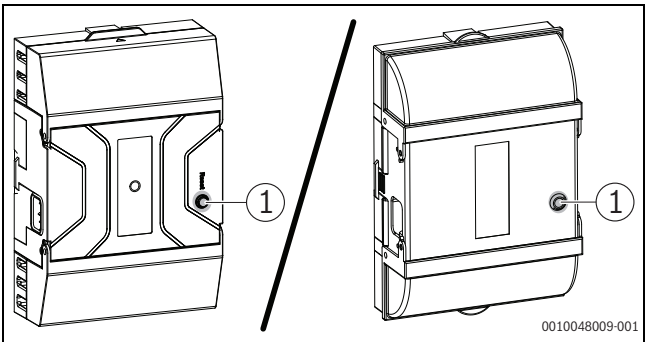

Bild 11 Störungen am Feuerungsautomat zurücksetzen
► Taste reset (→ Bild 11, [1])